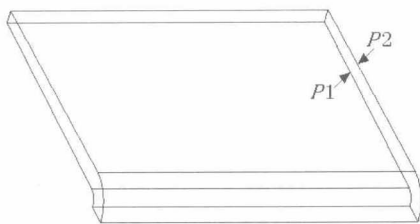

图1-17 选择实体倒圆角边
9. 选择菜单栏中的【插入】/【倒圆角】命令，按住 **Ctrl** 键，选择如图 1-17 所示的实体边 *P1* 和 *P2*。